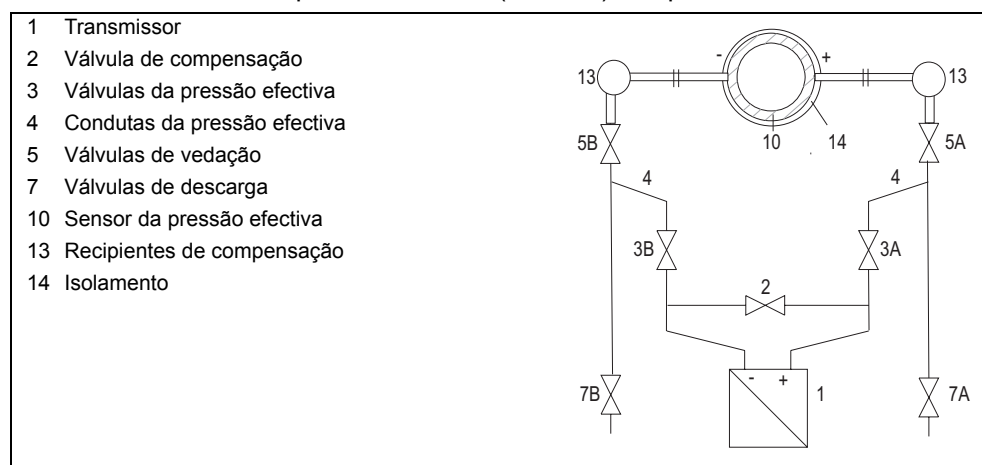

Figura 57 Medição de vapor
1. Abre as duas válvula de vedação (Figura 57, 5) no bocal de medição da pressão.
2. Abre a válvula de compensação (2).
3. Aguarde até o vapor estar condensado nas condutas da pressão efectiva (4) e nos recipientes de compensação (13).
4. Abre um pouco a válvula da pressão efectiva (3A) e a válvula de evacuação do ar na câmara positiva do transmissor (1) até a condensação começar a sair sem ar.
6. Abre um pouco a válvula de evacuação do ar na câmara negativa do transmissor (1) até a condensação começar a sair sem ar.
9. Feche a válvula de evacuação do ar na câmara negativa (1).